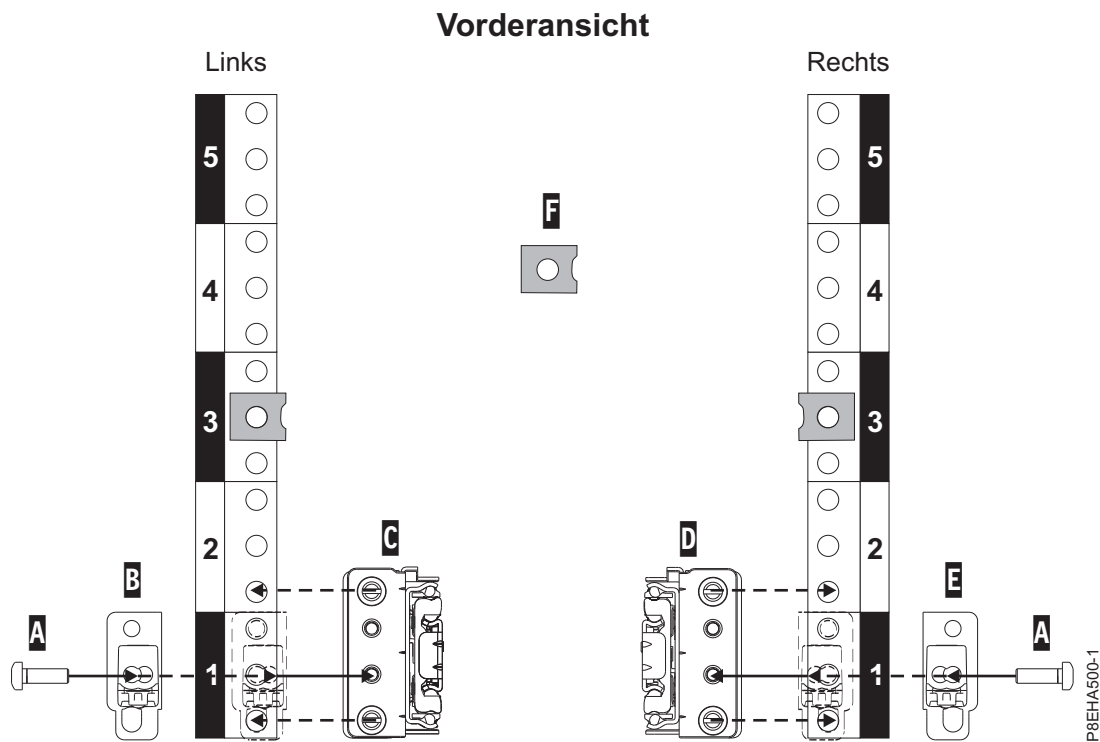

Abbildung 3. Schienen an der Vorderseite des Racks befestigen
3. positionieren Sie an der Vorderseite des Racks die linke Schiene (C) zwischen der linken vorderen und hinteren EIA-Rackmontageleiste, wie in Abb. 3 auf Seite 4 gezeigt.
6. Positionieren Sie die Zuschlagshalterung (B), sodass sie den vorderen EIA-Platz der Schiene bedeckt, wie in Abb. 3 gezeigt.
7. Sichern Sie die Zuschlagshalterung mit dem T25-Hexschlüssel mit einer Flachkopfschraube A (M5 x 16 mm) am vorderen Schienenflansch, die Sie in die mittlere Bohrung (1b) der EIA-Rackeinheit einsetzen, wie in Abb. 3 gezeigt.
8. Wiederholen Sie die Schritte 2 auf Seite 3 bis 7 für die rechte Schiene (D), wie in Abb. 3 gezeigt. Bei der rechten Schiene ist innen vorne ein R eingraviert.
9. Befestigen Sie die beiden Klemmmuttern (F) an den zugehörigen EIA-Positionen 3b an der rechten und linken vorderen vertikalen EIA-Leiste, wie in Abb. 3 gezeigt.